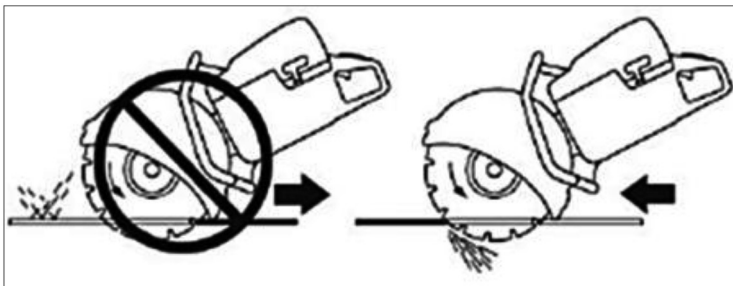

Рис. 20
12. Резка тонких и твердых материалов (например, крыш, покрытых листовым металлом) должна проводиться в направлении вперед для лучшей управляемости (рис. 20).